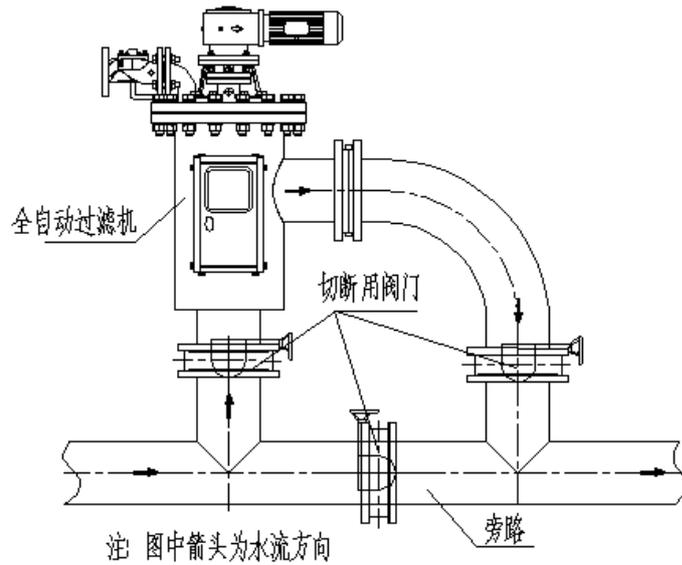

图 5
3) 过滤器有两种安装方式，见图 5~6，但应注意水流方向不可弄错，安装时应尽量使水力控制阀处于水平位置或向下的位置，以保证吸污彻底。